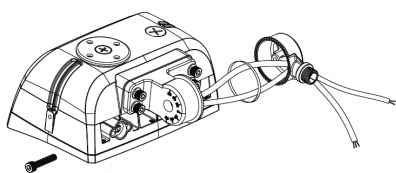

Fig 1.1
1. Aligner le joint en caoutchouc avec le support à rotule (Knuckle Mount). Utiliser un dénude-câble pour retirer la gaine des câbles d'alimentation et de gradation. Faire passer les fils à travers l'ouverture de la partie inférieure du support à rotule (Fig. 1.1). Ne pas pincer les fils.